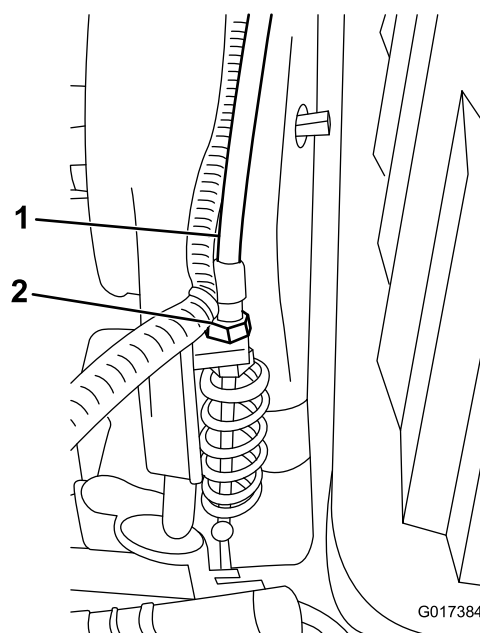

Bild 44
3. Stellen Sie den Spindelbowdenzug am Getriebeschott (Bild 44) ein, um eine Federlänge von 70,6 mm bis 72,4 mm zu erhalten.